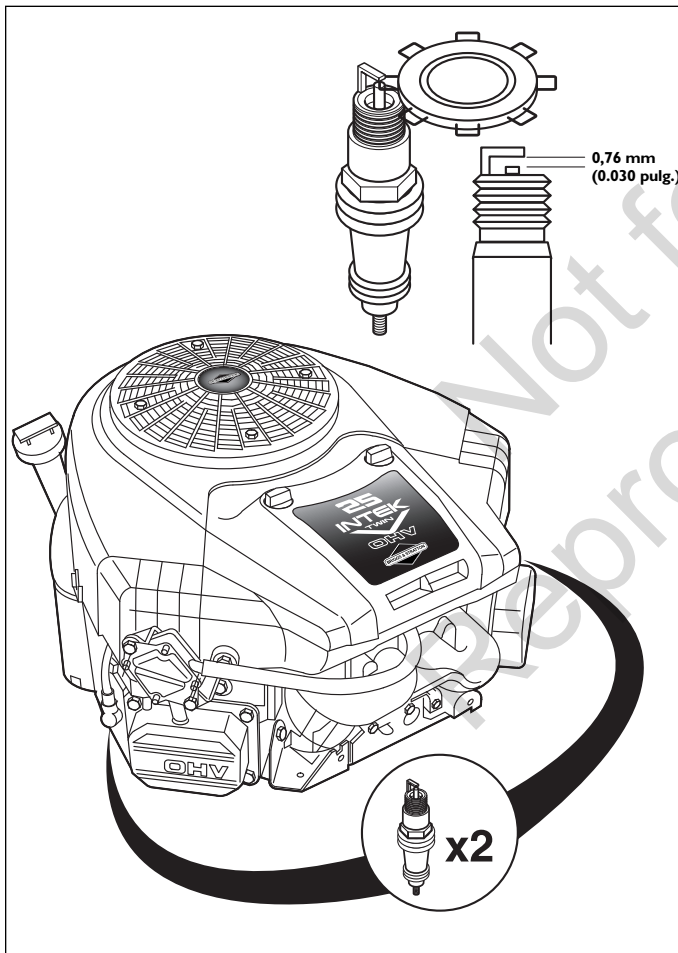

Figura 31. Separación de las bujías
2. Consulte la Figura 31 ó 32. Limpie el área alrededor de la bujía.
4. Verifique que la separación de la bujía. Debería ser de 0,76 mm (0,030 pulg.) (consulte la Figura 31 ó 32).